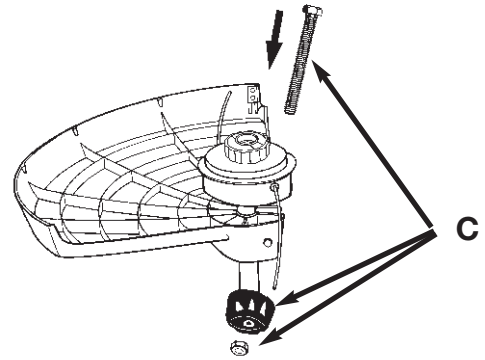

Fig. 2
2. Installer le pare-débris (A) sur le manche de manière à ce que les orifices soient alignés avec les encoches de la patte de fixation (B) (Figure 2).
3. Placer la vis, rondelle et l'écrou (C) et serrer fermement.